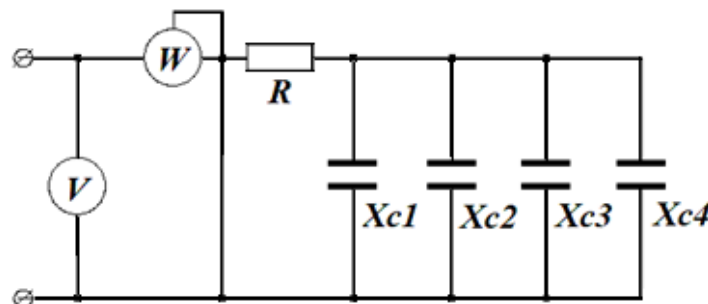

Рис. 1.59. Схема к задаче 10
10. Вольтметр показывает  $120 \text{ В}$  (рис. 1.59). Что покажет ваттметр, если  $R = 30 \text{ Ом}$ ,  $X_{c1} = 20 \text{ Ом}$ ,  $X_{c2} = 40 \text{ Ом}$ ,  $X_{c3} = 60 \text{ Ом}$ ,  $X_{c4} = 80 \text{ Ом}$ ?